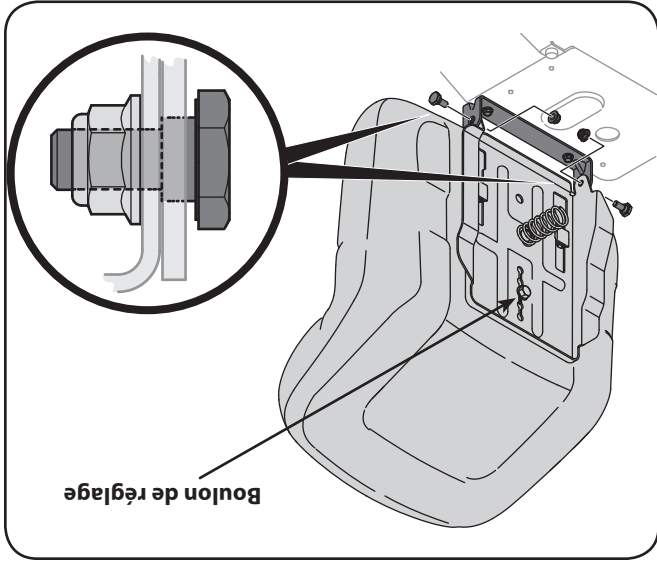

Figure 3-7
4. Positionnez le siège sur le support de montage en alignant les trous aménagés. Fixez l'ensemble du siège avec les deux boulons à épaulement et contre-écrous retirées précédemment. Voir la Figure 3-7.
6. Pour régler la position du siège, desserrer le bouton de réglage sur la partie inférieure du siège. Faites glisser le siège vers l'avant ou vers l'arrière comme désiré. Resserez le bouton de réglage. Reportez-vous à la Figure 3-7.